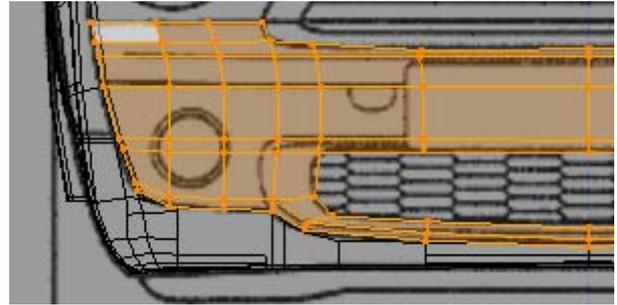

Figura 4.196
1. Isole o conjunto de vértices do pára-choques e crie uma malha própria, figura 4.196.